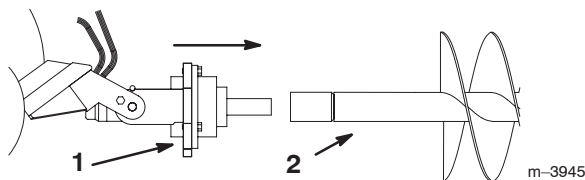

Bild 4
7. Schieben Sie die Antriebswelle in das Ende der Erdbohrerwelle oder der Verlängerung (falls vorhanden) (Bild 4).